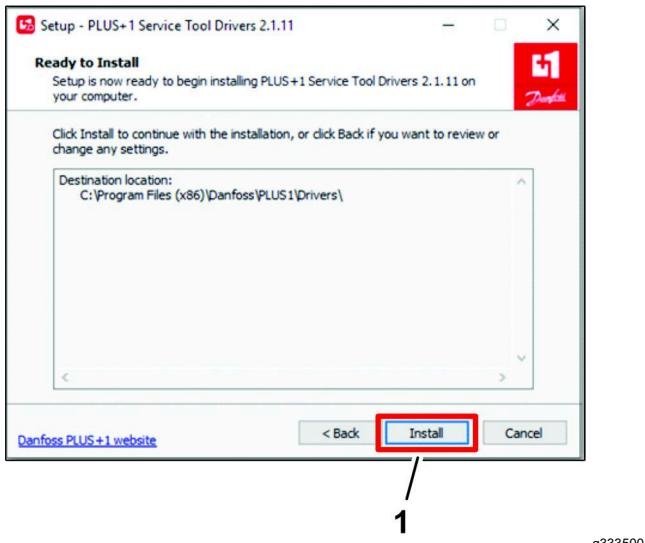

図 30
- インストールの準備完了ダイアログ ボックスで、インストールボタン (図 30) をクリックする。